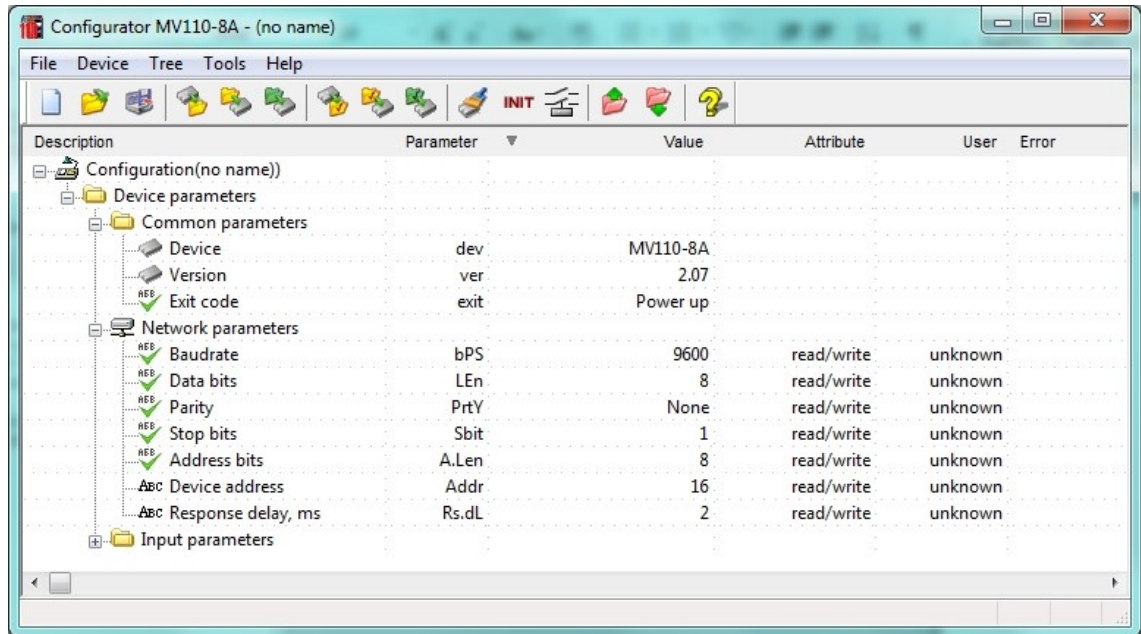

Abb. 6.2 Hauptfenster des Mx110 Configurator
8. Das Hauptfenster des Konfigurators ist geöffnet. Jetzt können die gespeicherten Parameter des Moduls abgelesen werden (siehe Abb. 6.2).